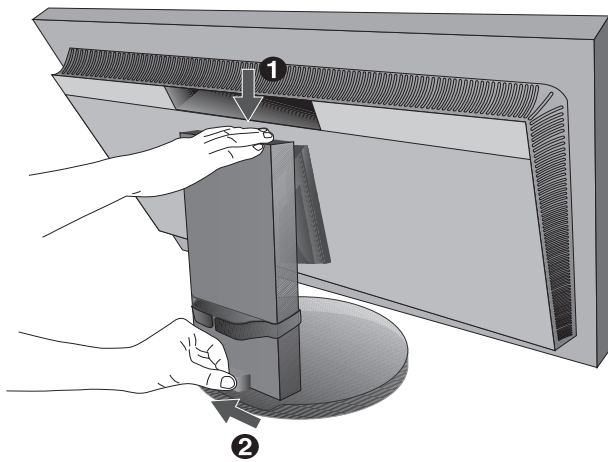

Figura B.1
3. El ajuste de la altura se fija mediante el botón de bloqueo. Coloque una mano en la parte superior de la base para empujar la pantalla y situarla en la posición más baja. Deslice el botón de bloqueo para desbloquear la base y subir la parte superior del monitor (**figura B.1**).